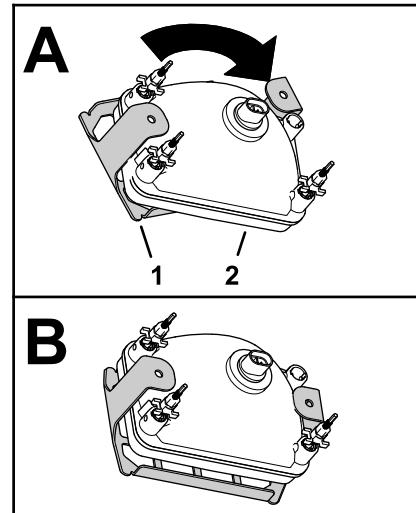

Figura 45
4. Monte os resguardos dos faróis nos faróis como se mostra na Figura 45.
7. Prenda o resguardo do farol nos suportes de montagem do farol (Figura 45) com os 4 parafusos flangeados (5/16 x 5/8 pol.).